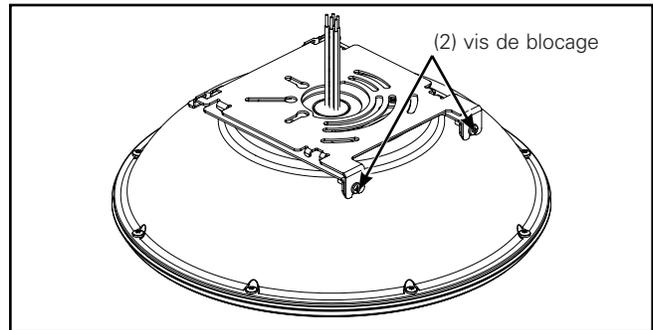

Figure 7.
- Dévissez (mais ne retirez pas) les deux vis de blocage. Glissez la plaque de montage rapide vers l'avant jusqu'à ce que la plaque se dégage du boîtier (Figure 7).